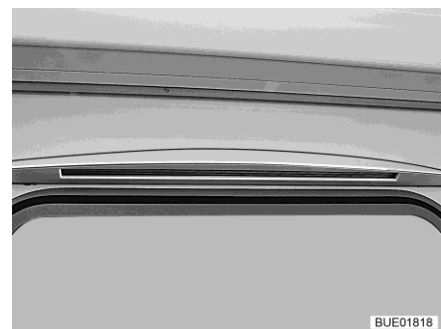

Bild 79 Vorzelleuchte
- Beleuchtung Vorzelt (Bild 79) (teilweise Sonderausstattung)